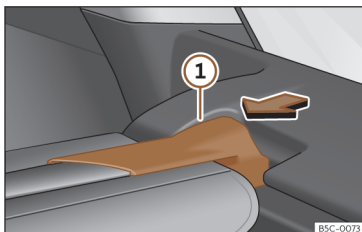

Fig. 176 Na bagageira: desmontar a chapeleira.
- Pressione o suporte da chapeleira >>> **Fig. 176 ①** no sentido da seta.
- Encaixe o suporte da chapeleira >>> **Fig. 176 ①** no alojamento do outro lado.